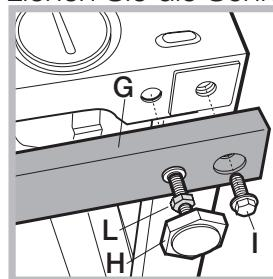

Abb. 11
2 Querstreben (G); 4 Stellfüße (H); 4 Schrauben (I); 4 Schraubenmuttern (L), Verfahren Sie hierzu wie folgt (Abb. 11):